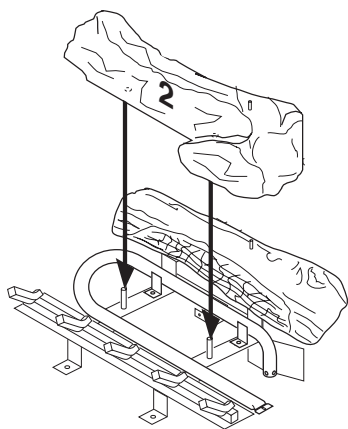

Figure 30 - Installation de la bûche n° 2
2. Mettez la bûche n° 2 (grosse bûche avant) sur les tiges logées sur le berceau à bûches (voir figure 30).